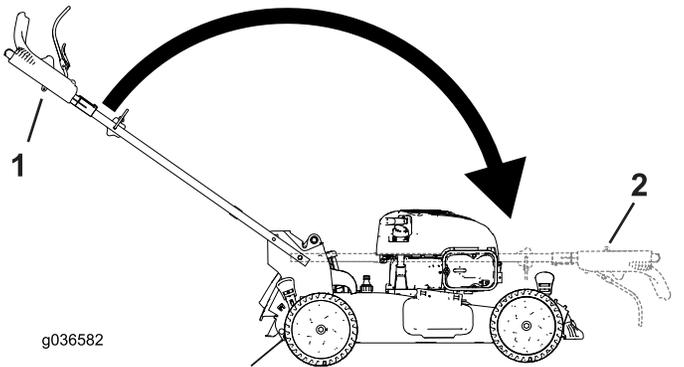

Рисунок 25
2. Сложите рукоятку, повернув ее вперед (Рисунок 25).